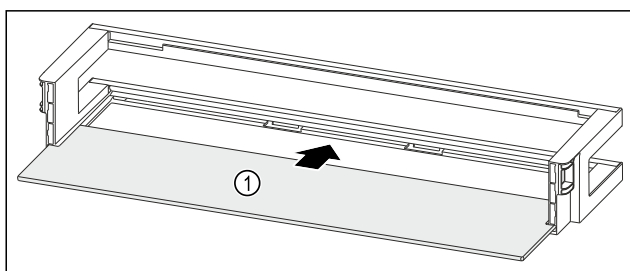

Fig. 188 Raft montat pe ușă cu raft
- ▶ Împingeți în interior raftul Fig. 188 (1) în degajările laterale.